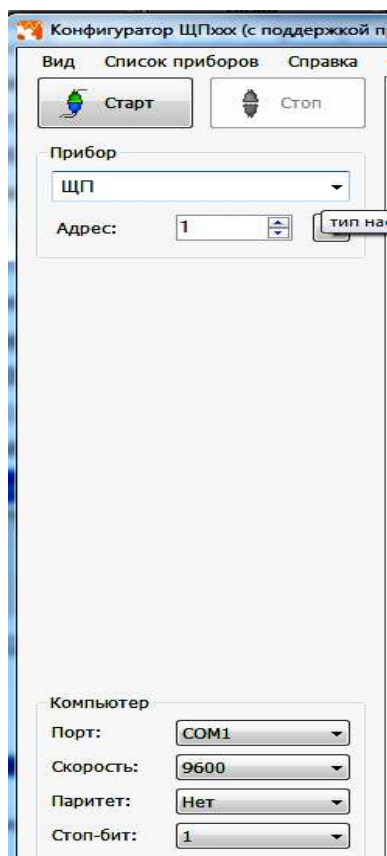

Рисунок 3 – Запуск программы конфигулятора
3.8.2 Для запуска программы configurатора (после успешной авторизации пользователя) необходимо выбрать тип прибора (ЩПхх), адрес прибора (при первом запуске адрес по умолчанию - 1) и задать следующие параметры соединения (рисунок 3): порт связи; скорость обмена данными; паритет; количество стоп-бит; адрес прибора.